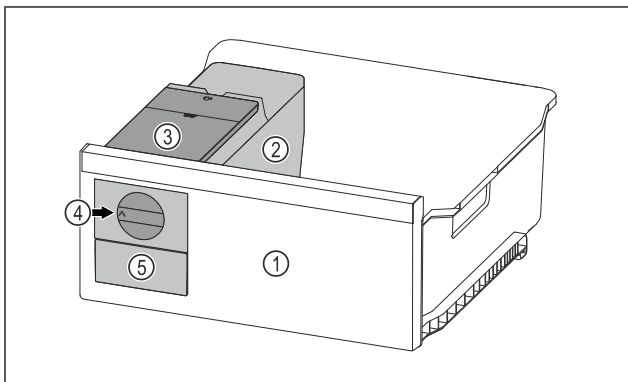

Fig. 70 Primjer izgleda
- ▶ Okrenite okretni gumb *Fig. 70 (4)* u smjeru kazaljki na satu do graničnika.
- ▷ Kockice leda padaju iz posude za kockice leda u ladicu za kockice leda *Fig. 70 (5)*.